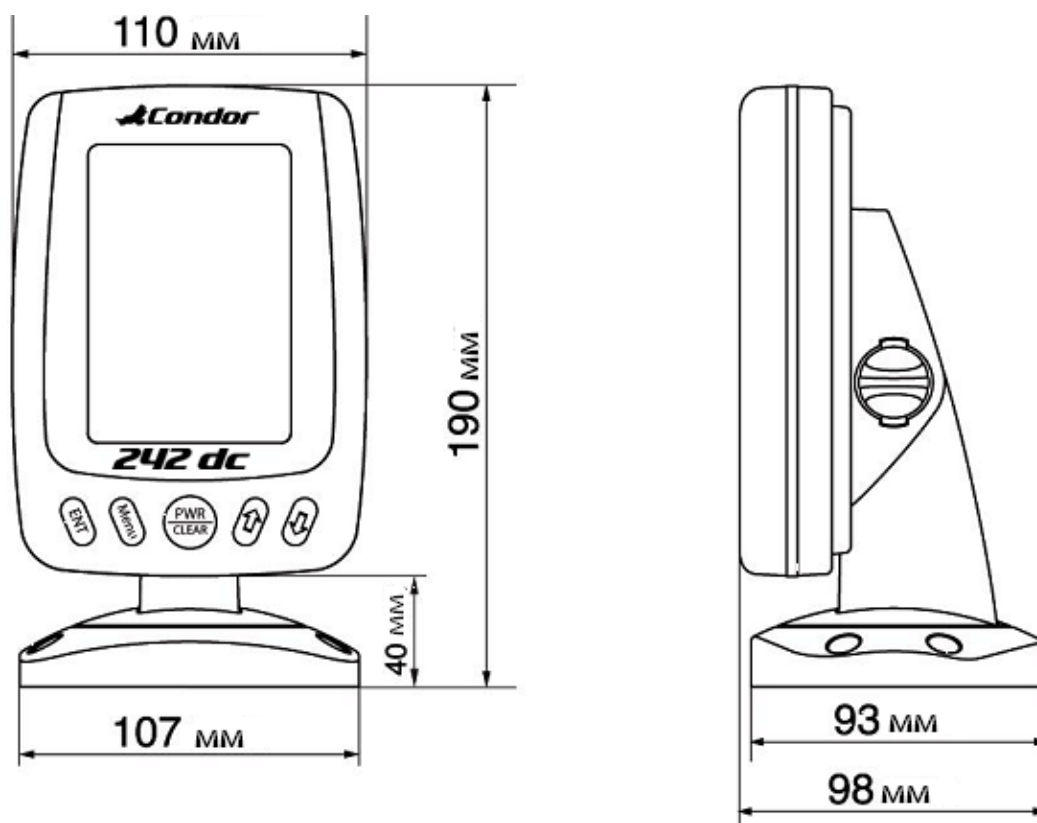

Рис.10
- 2) Для эхолота нужно обеспечить свободное пространство, чтобы его можно было наклонять и поворачивать при эксплуатации. Габариты эхолота показаны на рис.10.
- 3) Позади корпуса эхолота нужно место для подключения кабелей после окончания его установки. Необходимые размеры видны на том же рис. 10.